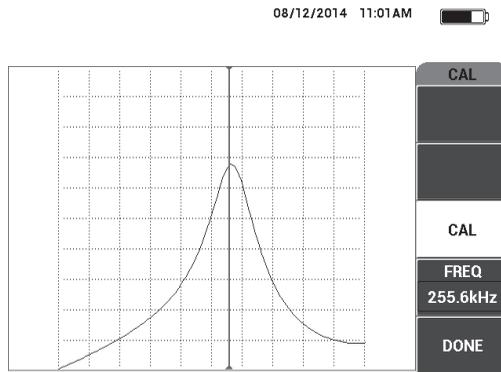

Abbildung 6-47 Justierbildschirm
6. Wählen Sie **FERTIG** (Funktionstaste E) aus (siehe Abbildung 6-47 auf Seite 170).